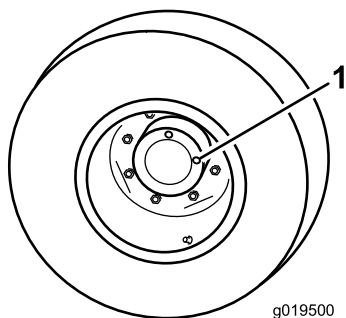

図 61
1. 水平な床面で、点検プラグの1つが時計の12時を指し、もうひとつが3時を指すようにマシンを駐車する 図 61。
2. 3時の位置にあるプラグを外す 図 61。